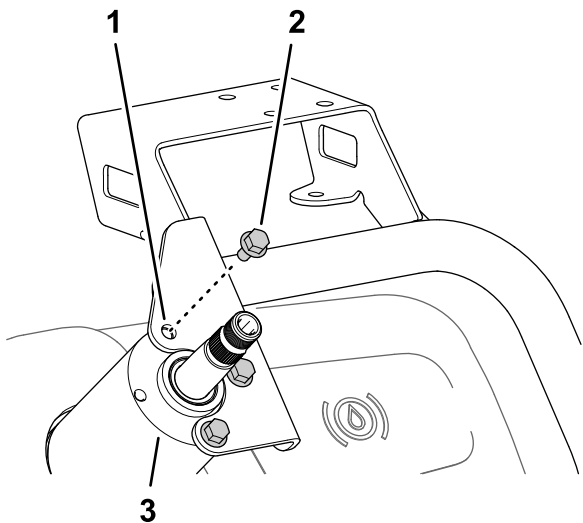

Figura 160
2. Instale a montagem do monitor na caixa da válvula da direção (**Figura 160**) com os 3 parafusos de cabeça flangeada (6 x 12 mm).